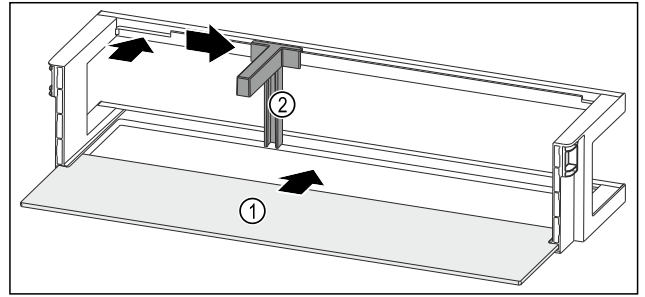

Fig. 99 带搁板的门边存放架
- ▶ 将搁板 Fig. 99 (1) 推入侧面凹槽。
- ▶ 将瓶托 Fig. 99 (2) 装入槽中。
- ▶ 将瓶托 Fig. 99 (2) 推至一侧的所需位置。